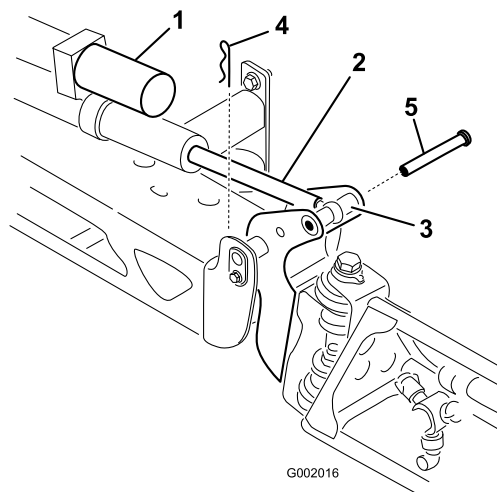

Figure 36
2. Retirez la goupille fendue de l'axe de pivot (Figure 36).
3. Soulevez la rampe et déposez l'axe (Figure 36).
6. Élevez la rampe pour aligner le pivot sur la tige d'actionneur. Tout en maintenant la rampe, insérez l'axe dans le pivot de rampe et la tige d'actionneur (Figure 36).